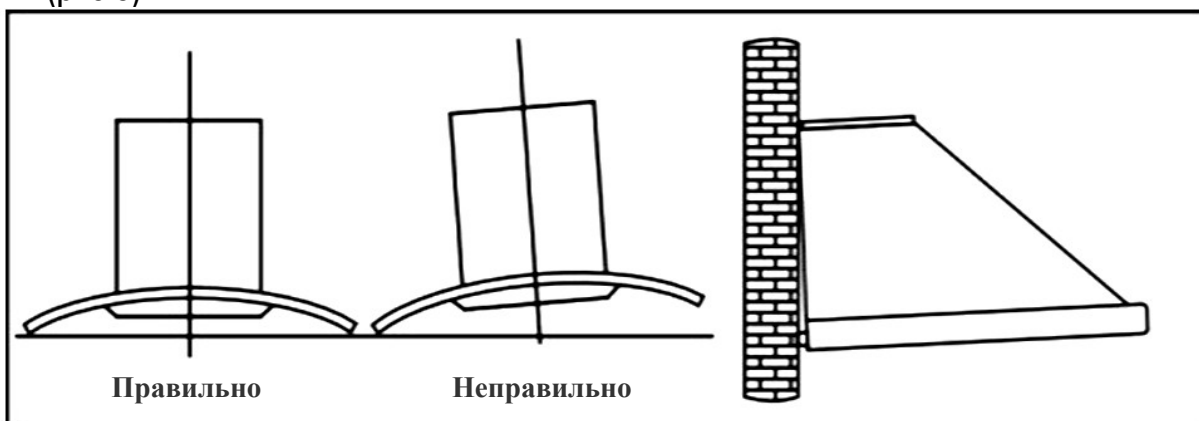

Рис.6
4. При навешивании убедитесь, что нижний срез вытяжки выровнен горизонтально (рис.6):